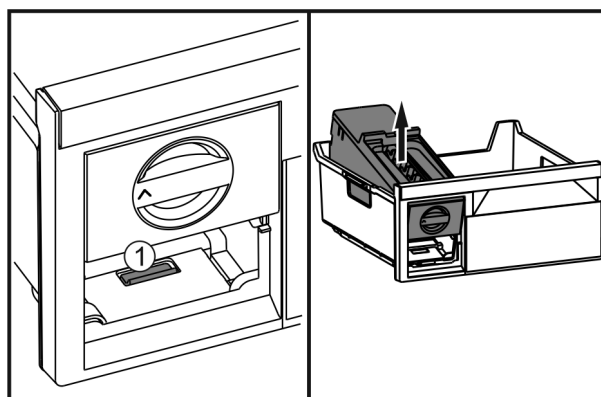

Fig. 80
- ▶ Wcisnąć nakładkę Fig. 80 (1), EasyTwist-Ice zdjąć od tyłu i wyjąć z szuflady zamrażalnika.